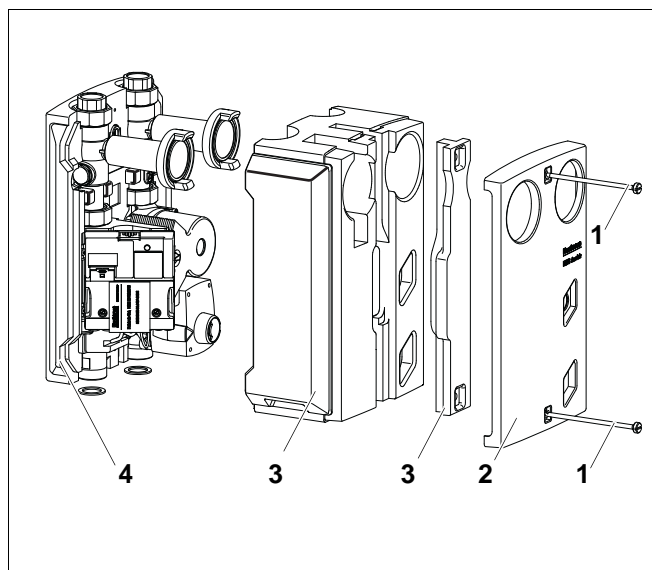

Fig. 7 Montaggio dei gusci termoisolanti
- Inserire i gusci termoisolanti (fig. 7, **pos. 3**) sul set del circuito di riscaldamento ed avvitarli senza serrare eccessivamente servendosi delle viti in plastica (fig. 7, **pos. 1**).